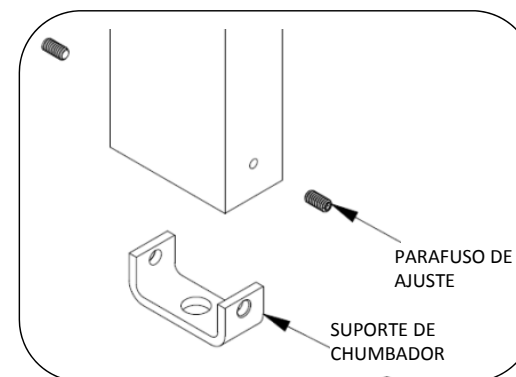

Fig. 2 - Instalar suporte de chumbador
6. Instale os suportes dos chumbadores como mostrado na Fig. 2. Os suportes dos chumbadores têm 3/16" de espessura.